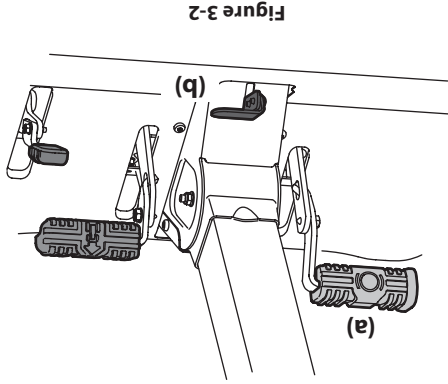

Figure 3-2
2. Serrez le frein de stationnement en appuyant sur la pédale de frein (a), puis abaissez la manette de frein/régulateur de vitesse et relâchez la pédale de frein(a). Voir la Figure 3-2.